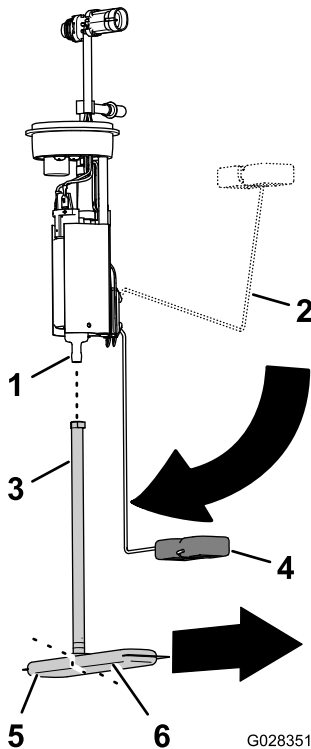

Figura 120
1. Retire el tubo de aspiración del filtro de combustible del conector de la bomba de combustible (Figura 120).
2. Alinee el tubo de aspiración del filtro de combustible nuevo con el conector de la bomba de combustible (Figura 120).
3. Alinee la pata larga del filtro de combustible con el flotador, con el flotador en la posición de vacío (Figura 120).
4. Introduzca el conector de la bomba de combustible en el tubo de aspiración hasta que el conector quede bien asentado (Figura 120).
2. Coloque la bomba de combustible/sensor en el hueco del depósito (Figura 119 y Figura 120).